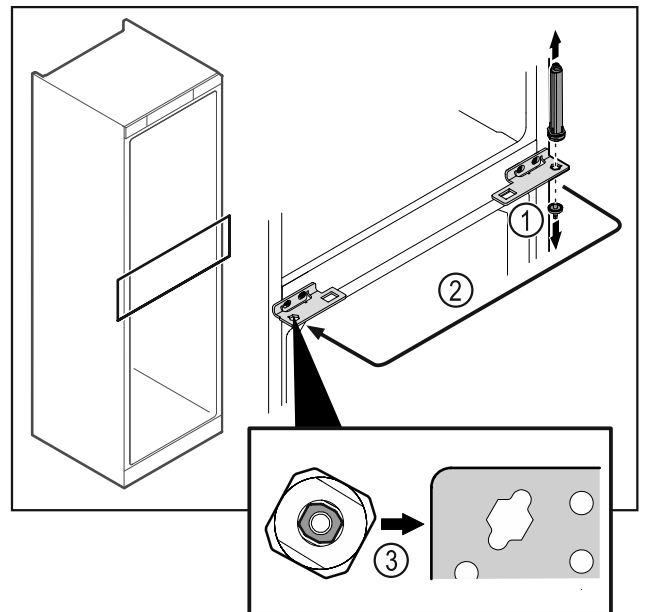

Fig. 48
- ▶ Skru av hengselbolten Fig. 48 (1).
- ▶ Flytt dørlukkesystemet Fig. 48 (2).
- ▶ Vær oppmerksom på korrekt justering av dørlukkesystemet Fig. 48 (3) ved innsetting.